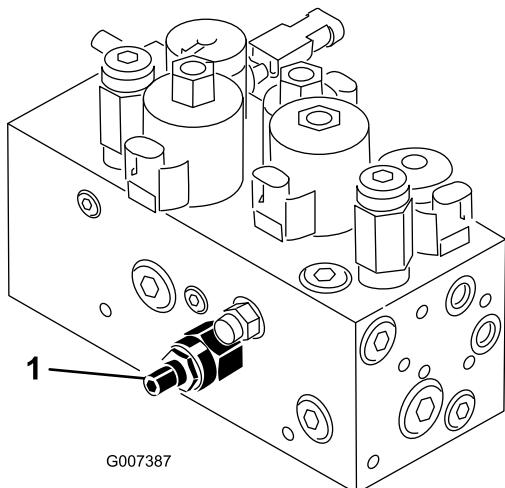

Figura 55
Il circuito di sollevamento/abbassamento degli apparati di taglio della macchina è dotato di una valvola di regolazione del flusso (Figura 55). Questa valvola viene preregolata in fabbrica, ma è talvolta necessario regolarla per compensare i dislivelli delle temperature dell'olio idraulico, delle velocità di tosatuta, ecc. Se necessario, regolate come segue:
1. Alzate il sedile e individuate la valvola di regolazione del flusso per il telaio di trazione centrale (Figura 55), situata accanto al collettore idraulico.